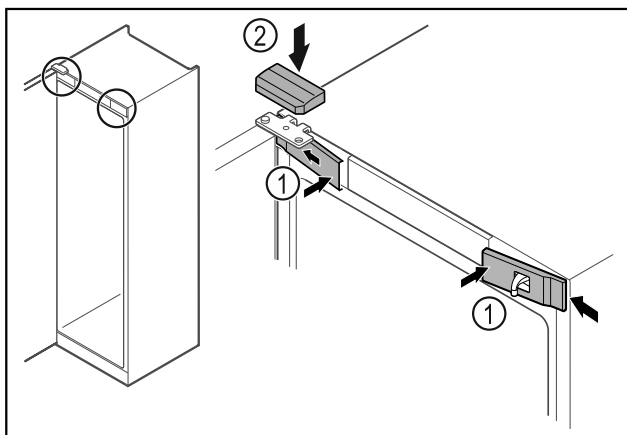

Fig. 52
- ▶ Bočno zakvačite prednje poklopce Fig. 52 (1) i uglavite ih.
- ▶ Uglavite gornji poklopac Fig. 52 (2) odozgo.